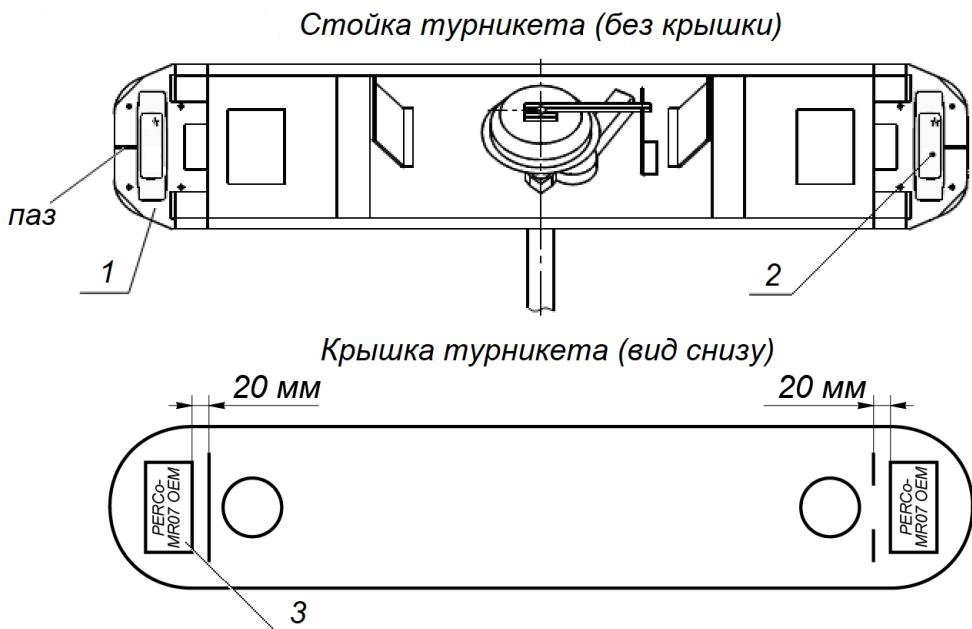

Рисунок 13. Место установки считывателя СКУД
Схема подключения турникета приведена на рис. 13. Расположение клеммных колодок на плате управления указано на рис. 4. Используемые при монтаже кабели указаны и их максимальная длина указаны в разд. 8.3. Рекомендации по подготовке установочной поверхности и организации зоны прохода приведены в разд. 8.1. При монтаже турникета придерживайтесь следующей последовательности действий:
8. При необходимости установите встраиваемые RFID-считыватели на специальных кронштейнах под крышкой турникета (см. рис. 13).
В кронштейнах предусмотрены резьбовые втулки для крепления считывателей типа **PERCo-RP-15**. Для установки других типов считывателей их можно установить на кронштейнах при помощи двустороннего скотча или просверлив отверстия по месту. Считыватели **PERCo-MR07 OEM** устанавливаются непосредственно на крышке турникета снизу на двусторонний скотч, при этом место установки необходимо рассчитать так, чтобы они не мешали при закрытии крышки (см. рис. 13).